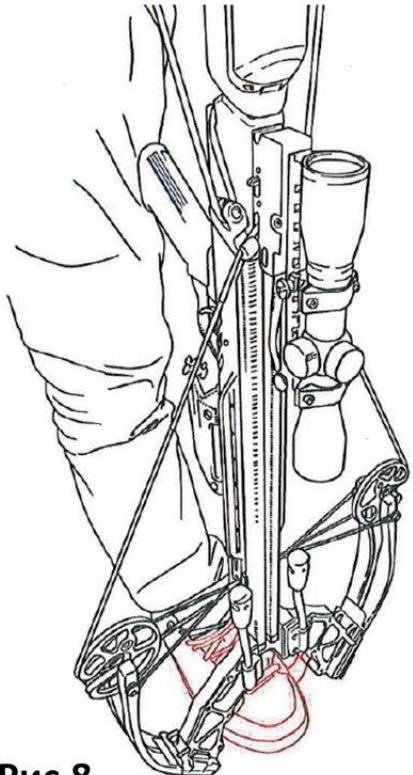

Рис.8
5. Упираясь ногой в стремя, потяните на себя рукоятки натяжителя до тех пор, пока тетива не установится в спусковой механизме – прозвучит характерный щелчок (Рис.8).